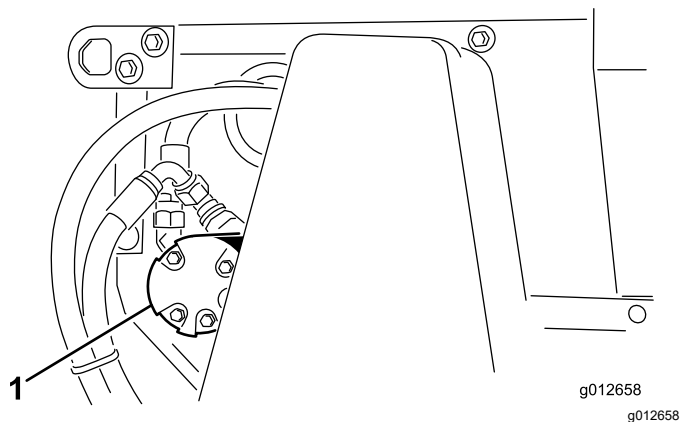

Figure 41
2. Desserrez les écrous qui fixent le moteur de la brosse (Figure 41) sur le côté gauche de la machine.